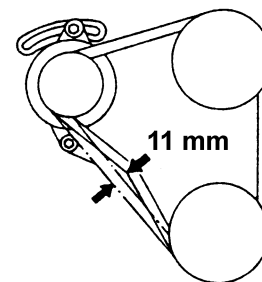

Fig. 7.3
(4) Control y eventual ajuste de la correa del alternador (Fig. 7.3)